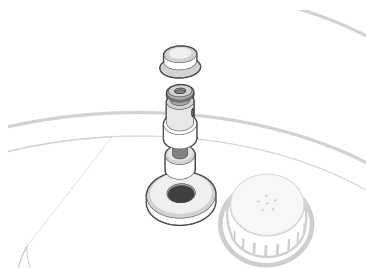

Figure 10.3
- b. Retirez le bouchon en silicone de la soupape à flotteur. La soupape à flotteur peut tomber inopinément sans le capuchon en silicone, il faut donc l'enlever avec précaution. **[Figure 10.3]**